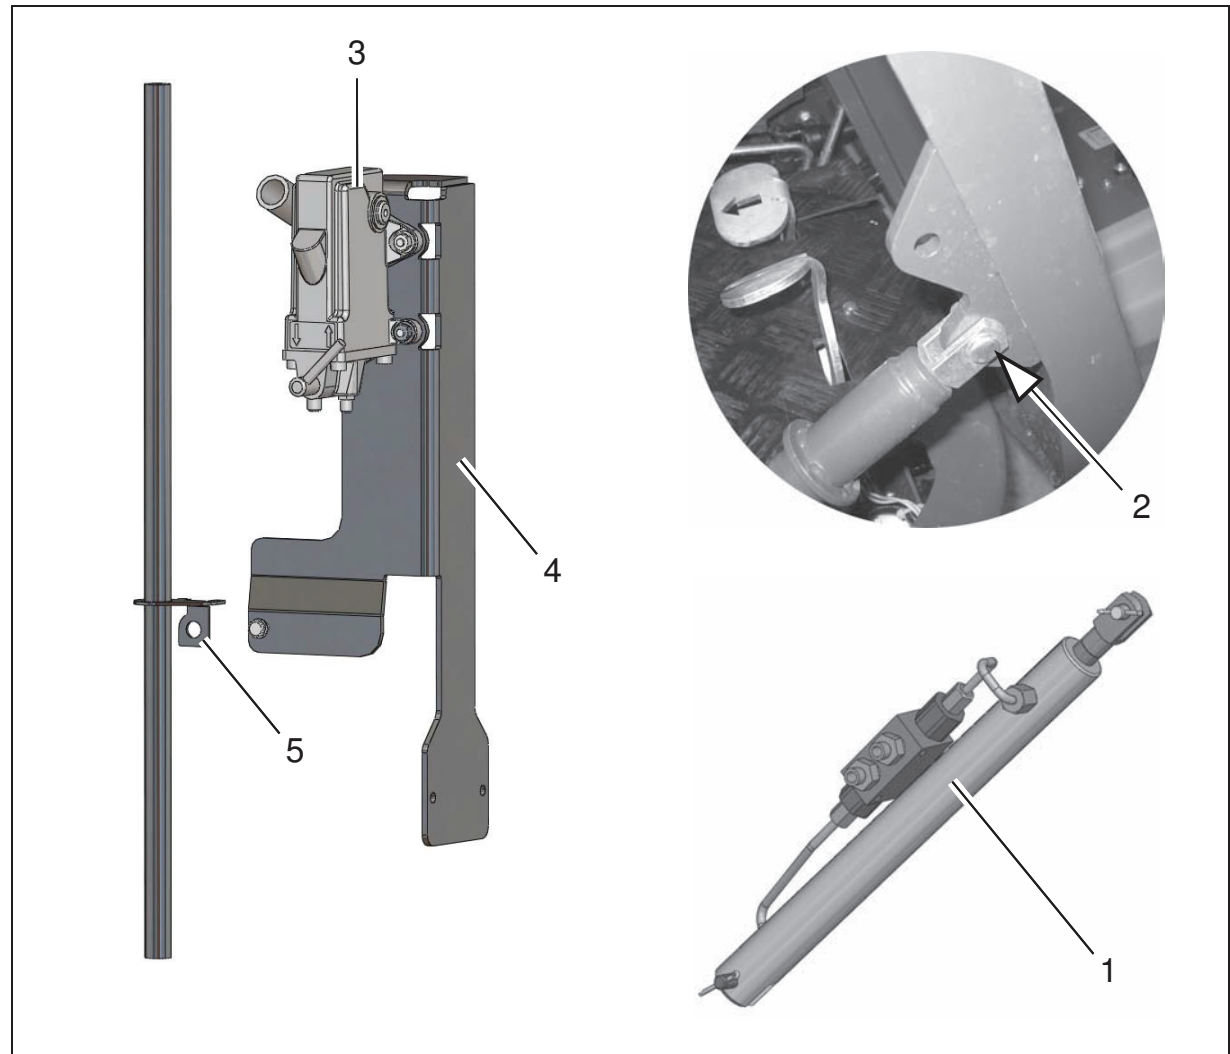

Abb.5
1. Hydraulikzylinder (Abb. 5/1) auf der linken Seite anstelle des Gasfeder einbauen. Kolbenstangenauge in der zweiten Bohrung (Abb. 5/2) befestigen.
2. Handpumpe (Abb. 5/3) an der Konsole (Abb. 5/4) mit Linsenflanschschraube M8x25 anbauen.
3. Die Konsole (Abb. 5/4) mit den Schrauben M8x25 an das Fahrgestell anschrauben.
4. Den Halter (Abb. 5/5) für den Pumpenhebel an das Fahrgestell montieren.